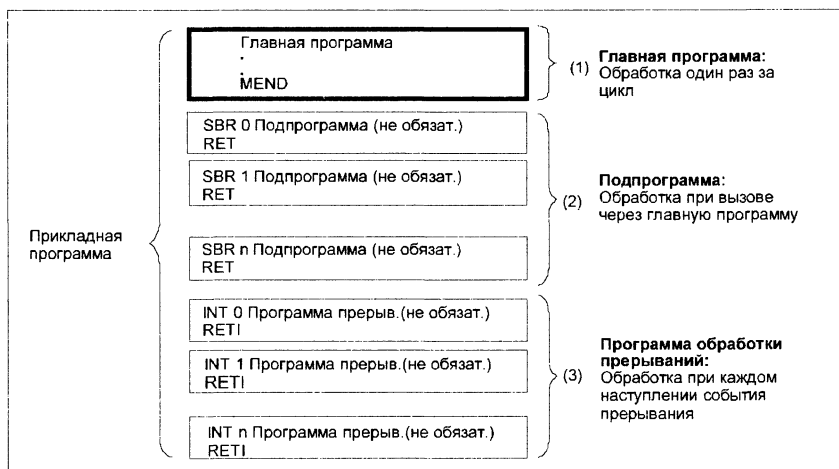

Рис. 3.15
Программы для CPU S7-200 составляют из трех основных элементов: главная программа, подпрограммы (необязательные) и программы обработки прерываний (необязательные) (рис.3.15):
граммы в каждом цикле обрабатываются последовательно. Для окончания главной программы в форме LAD используется катушка абсолютного завершения программы, а в форме STL – операция окончания главной программы (MEND) (см. (1) на рис.3.15).
- Подпрограммы: Эти необязательные компоненты программы обрабатываются только тогда, когда они вызываются из главной программы. Располагайте подпрограммы после главной программы (после катушки абсолютного завершения в LAD или после операции MEND в STL). Завершайте каждую подпрограмму командой RET, «вернуться» (см. (2) на рис. 3.15).
- Программы обработки прерываний: Эти необязательные компоненты программы обрабатываются только тогда, когда появляется событие прерывания. Располагайте программы обработки прерываний после главной программы (после катушки абсолютного завершения в LD или после операции MEND в STL). Завершайте каждую программу обработки прерываний операцией RETI, «вернуться из программы обработки прерываний» (см. (3) на рис.3.15).